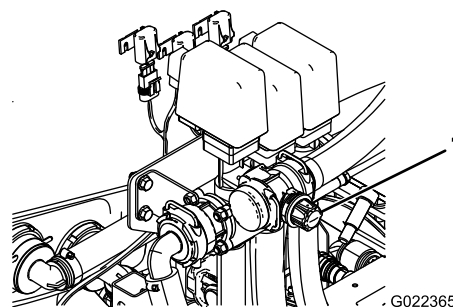

Bild 39
- Stellen Sie das Rührwerksicherheitsventil (**Bild 39**) hinten am Rührwerkventil so lange ein, bis das Druckmanometer 7 bar anzeigt.